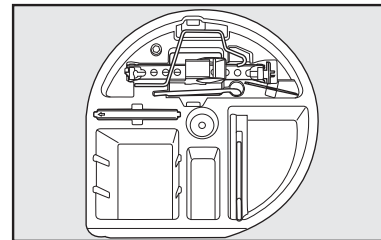

fig. 8
- Quite el soporte portaherramientas y tire del crique **fig. 8**, sacándolo de su alojamiento.